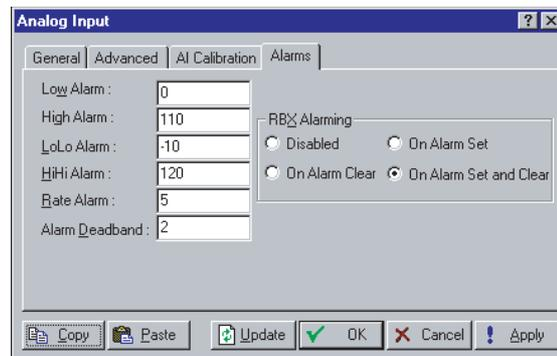

Figura 8-10. Analog Input – RBX Alarming
2. Clique na guia **Alarms** e certifique-se de que os limites dos vários alarmes estão definidos onde desejado. Configure os limites Low Alarm, High Alarm, LoLo Alarm, HiHi Alarm e Rate Alarm bem como Alarm Deadband adequadamente de forma que um alarme ocorra somente quando desejado. Consulte a Figura 8-10.